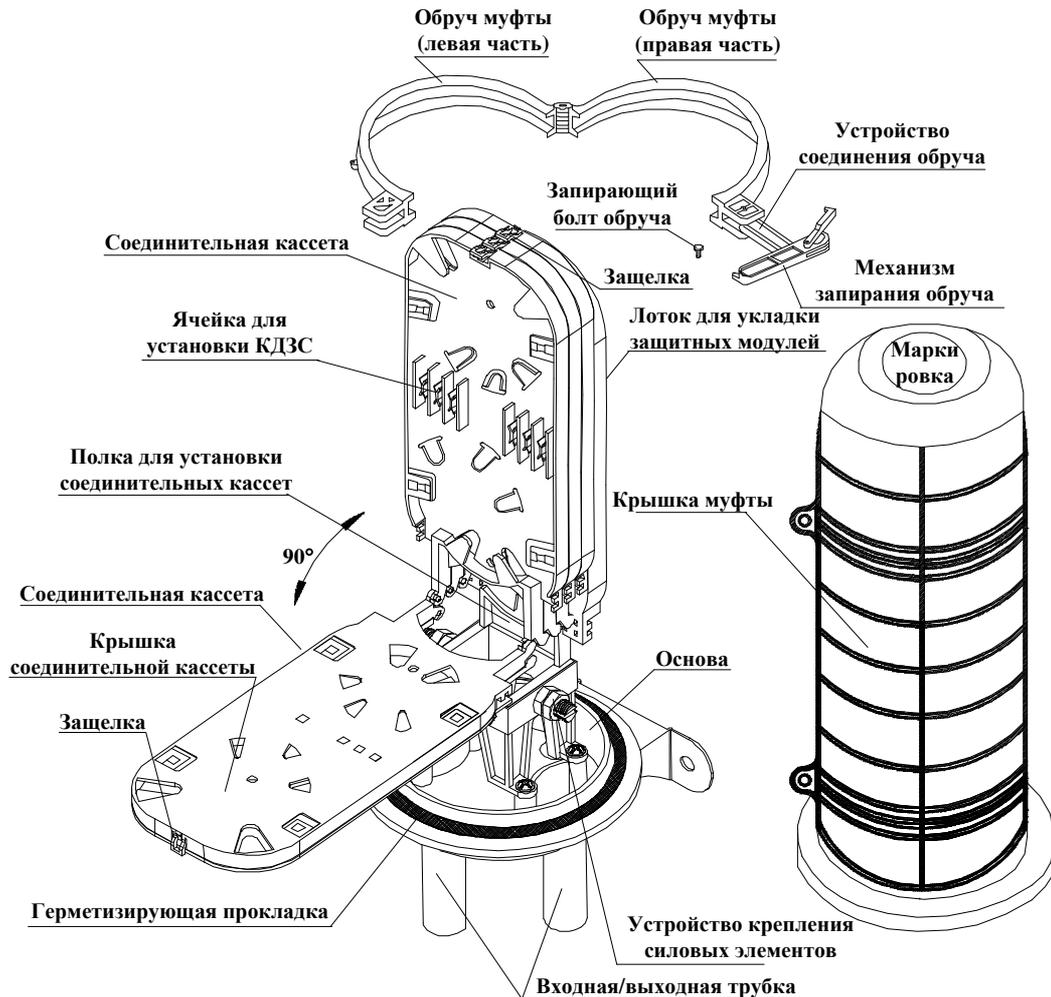

Рисунок 1
- ① Снимите болт, скрепляющий обруч и отожмите систему запираения, после чего снимите обруч с муфты.
- ② Снимите крышку муфты.
- ③ Снимите сплайс-пластины муфты.
- ④ Для жесткого крепления муфты применяется держатель. Фиксируем основание муфты в этом держателе и откройте овальный кабельный ввод, срезав с помощью ножовки наконечник ввода. Обработайте внутренний край открытого ввода наждачной полоской.
6.1.4 Смотрите рисунок 1.